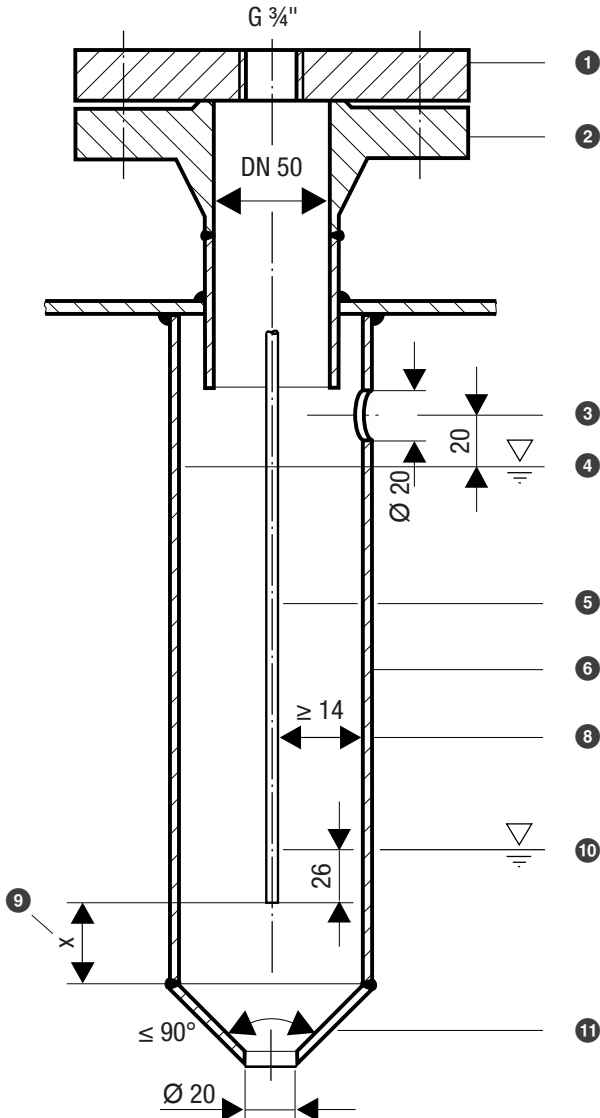
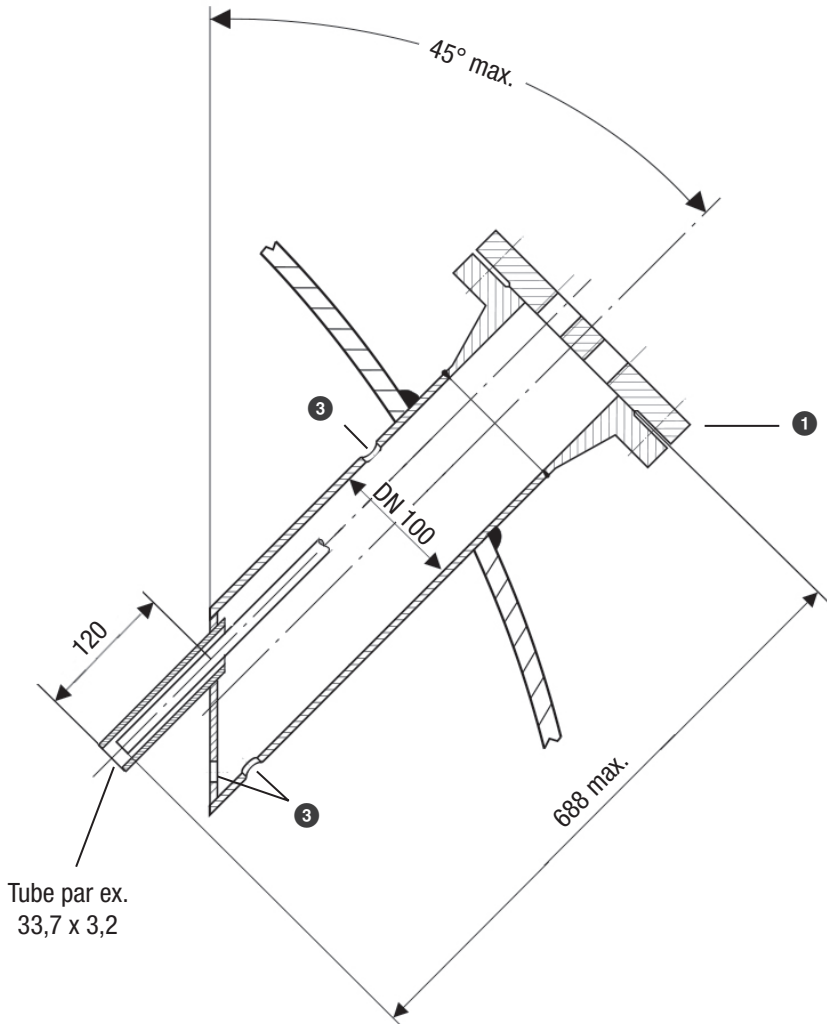

Fig. 11
Fig. 15
- L'angle d'inclinaison de l'électrode de niveau peut - uniquement en cas d'utilisation dans une bride à deux trous - être de 45° et la longueur de la tige d'électrode est alors limitée à 688 mm maximum, voir Fig. 15.
- Respectez les dégagements minimaux lors du montage de l'électrode de niveau, voir les exemples de montage Fig. 11 à Fig. 15.
Exemple de montage avec cotes, voir Fig. 11, page 29
Légende Fig. 11 à Fig. 15
- ① Fig. 11, 12 : Bride (PN 40, DN 50) DIN EN 1029-01 (électrode unique)